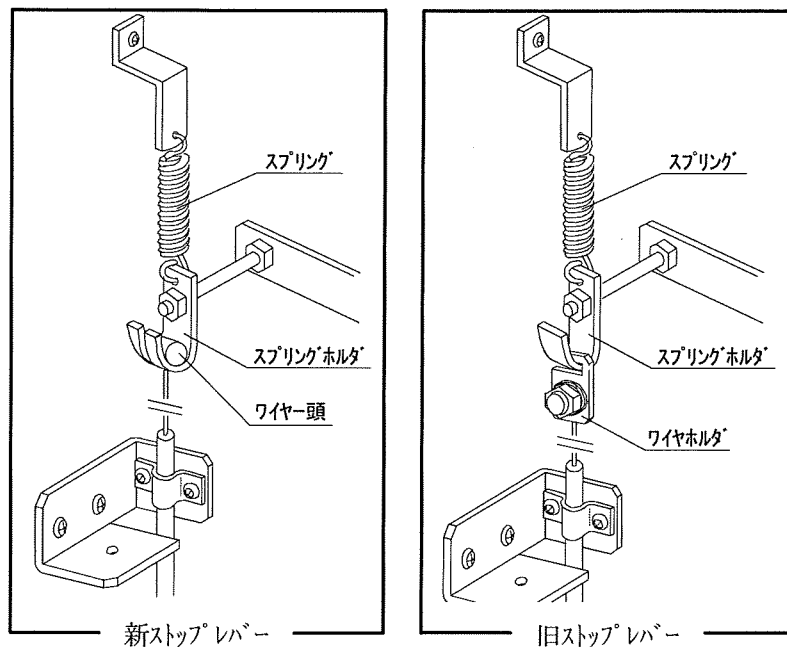

図 2.3-6 スプリングホルダ取付
(8)図 2.3-6 の様にスプリングホルダーに、スプリングとワイヤ頭を取り付ける。